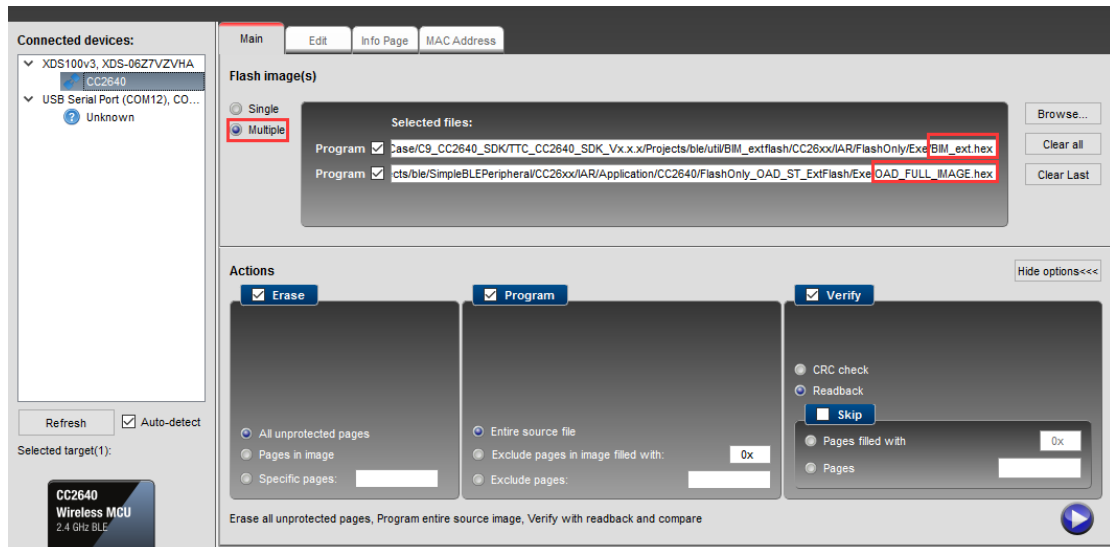

图 2-4-1 烧录
(1) 开启 Flash Programmer 2，选择 Multiple 模式，加载两个 flash image 文件，并烧录。如图 2-4-1。